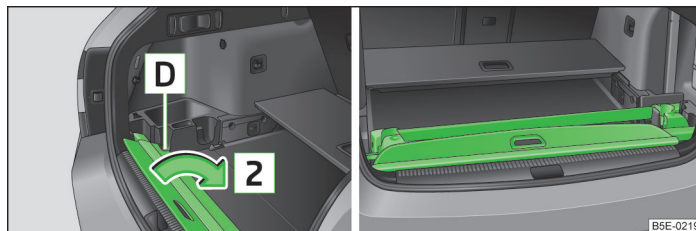

Fig. 91 Depozitarea capacului rulabil al portbagajului / depozitați corect suportul pentru portbagaj de acoperiș și capacul rulabil al portbagajului
- Împingeți partea din față a capacului rulant al portbagajului stânga sub o parte din capitonajul lateral **D** » **fig. 91**.
La depozitarea **simultană** a suportului pentru portbagaj de acoperiș a capacului rulant al portbagajului, partea din spate a capacului rulant al portbagajului trebuie să acopere suportul din spate pentru portbagajul de acoperiș » **fig. 91**.